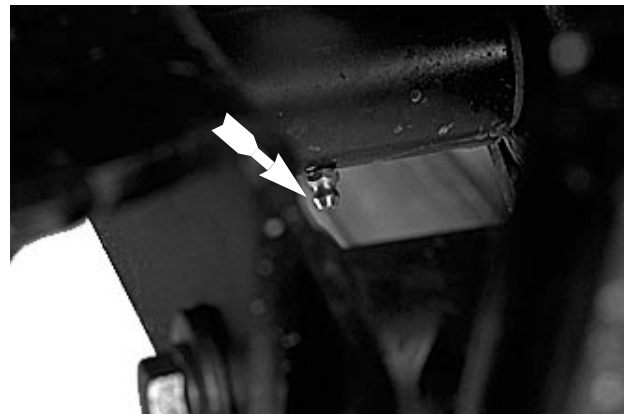

图 41
8. インジケータ（図41）が赤に変わっていればリセットする。